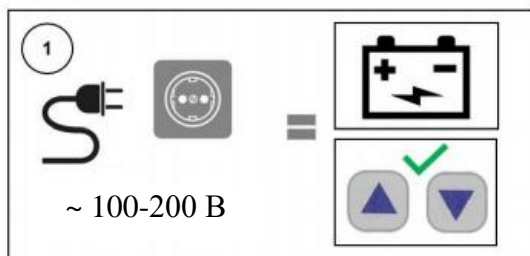

Рисунок 26: Соединение для зарядного кабеля
- Откройте крышку на главной панели управления и вставьте зарядный кабель в разъем (Рисунок 26).